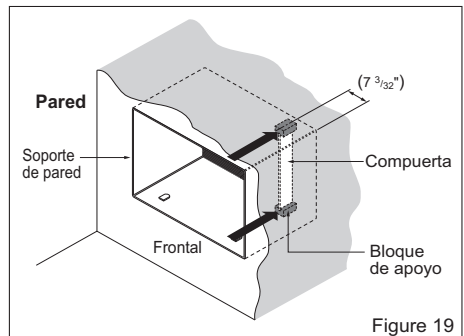

Figure 19
- 6** Retire el envoltorio de los bloques de apoyo y acóplelos al interior del soporte de pared como muestra la Figure 19. Deslice la compuerta en las ranuras de los bloques de apoyo.